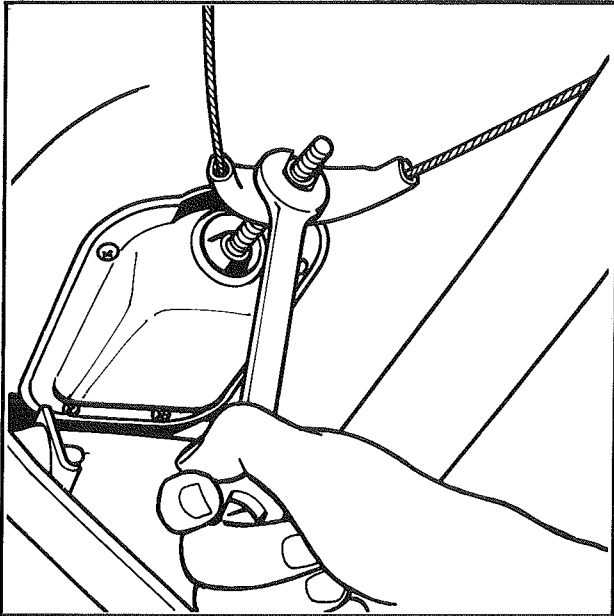

Fig. 3
- Désaccoupler le câble de frein à main de l'égalisateur (Fig. 3)